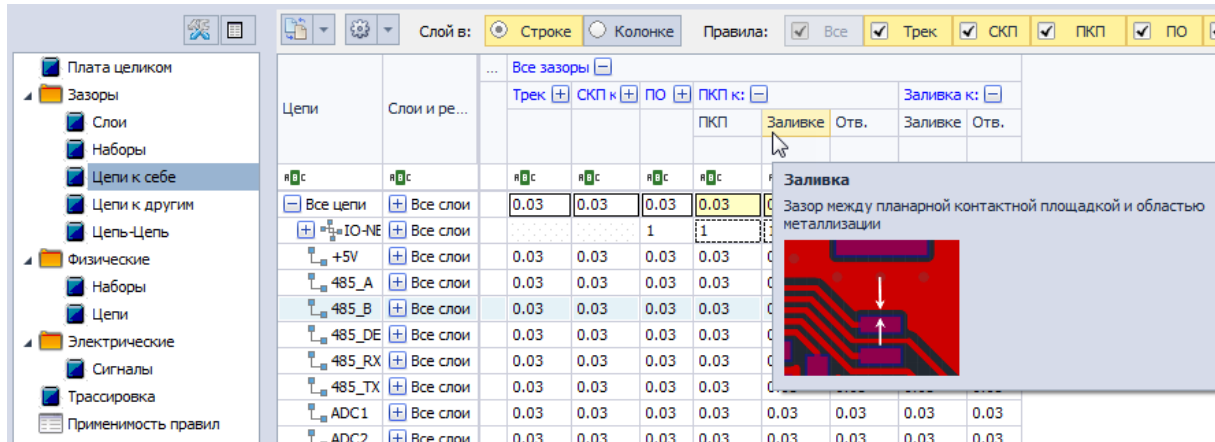

Рис. 22 Зазор между планарной контактной площадкой и областью металлизации
- Зазор между ПКП и областью металлизации обозначается как «ПКП к Заливке», Рис. 22.